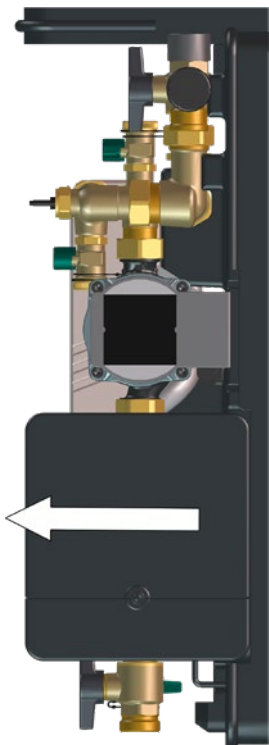

Abb. 20: Regler aus der Unterschale lösen
- 1 Ziehen Sie den Regler vorsichtig von der Unterschale ab wie in Abb. 20 auf Seite 26.
- 11 Stecken Sie den Regler zurück aus der Montageposition in die Betriebsposition (siehe Abb. 20 auf Seite 26).